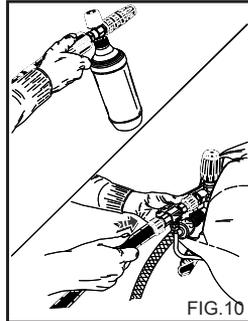

FIG.10
ANVENDELSE AT TILBEHØR TIL SÆBEINDSUGNING (fig. 10) (Valgfrit tilbehør).
- 2) Fjern forlængeren fra håndtaget og påsæt det dobbelte spulerør eller spulerøret med det roterende hoved, start højtryksrenseren og sugefunktionen til sæbe på spulerøret (fig. 10, 12) og fugt overfladen, som skal renses, nedefra og opefter. Lad det virke i nogle minutter.